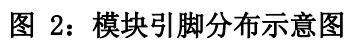

Fig 2: Distribution of pin
备注 2: 关于壳体温度 (TC) 的测量点, 参见图 2。
Note 2: For the measurement point of shell temperature (TC), see Figure 2.